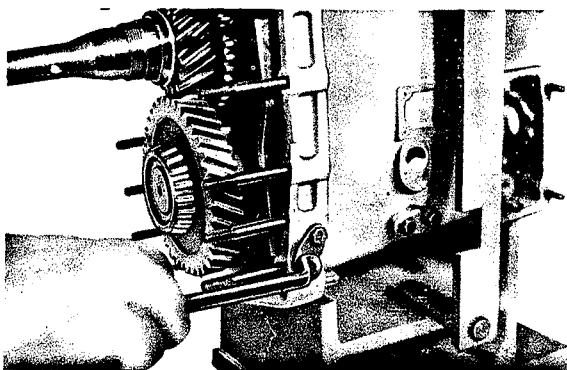

Fig. 12
8.1 Dévisser les vis à tête hexagonale (633) (fig. 12) et retirer du carter les axes d'articulation (605 et 615). Il est alors avantageux de faire basculer la boîte sur le chevalet de montage "1" de manière à ce que l'arbre menant soit orienté vers le haut et de guider un peu les fourchettes pour empêcher qu'elles ne se mettent de travers.